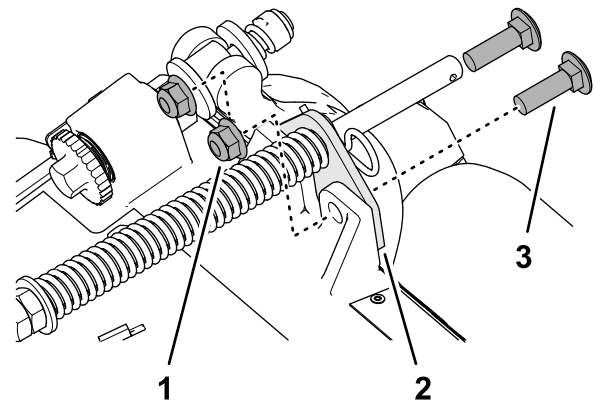

Figure 18
- Retirez les 2 contre-écrous à embase (3/8") et 2 boulons de carrosserie (3/8" x 1/4") qui fixent le support du compensateur au cadre de l'unité de coupe (Figure 18).